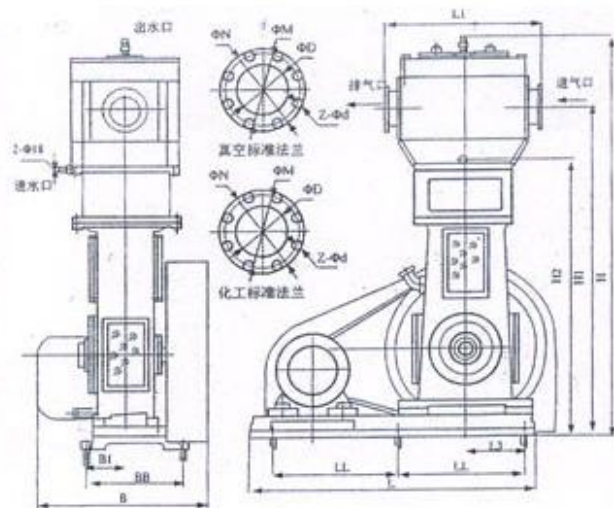

图 6.4 MLW-B/F/T 系列外形尺寸
- 4.MLW-B/F/T 系列外形尺寸(图 6.4、表 6.4);